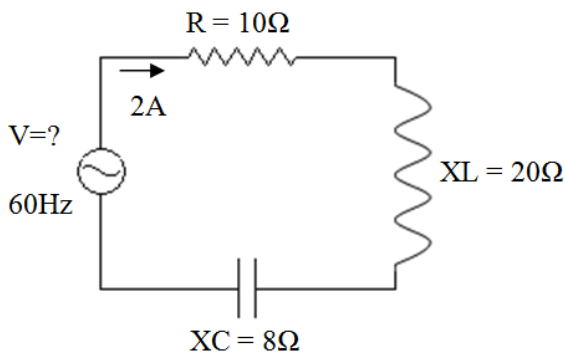

Figura 02 - Circuito RLC de corrente alternada.
32. No circuito RLC de corrente alternada representado na Figura 02, calcule a impedância total e a tensão aplicada ao circuito respectivamente.